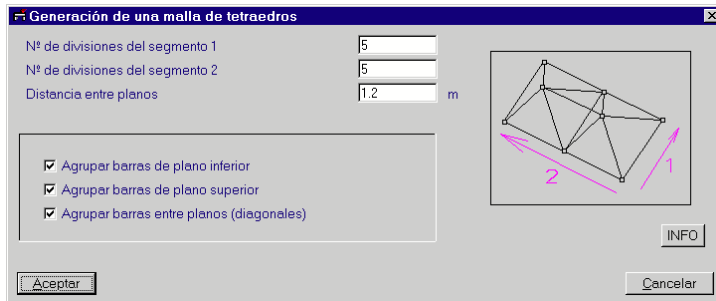

Fig. 3.20
4. Se abrirá un diálogo (Fig. 3.20) que pide las subdivisiones de los vectores. También debe indicar si desea agrupar o no las barras que conforman los planos de la malla de tetraedros.